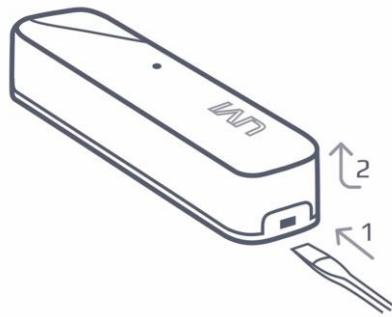

Рисунок 6.2 – Снятие крышки датчика открытия
- Снимите крышку датчика: при помощи плоской отвертки нажмите на одну из защелок и, не отпуская защелку, потяните основную часть корпуса вверх (см. рисунок 6.2).
Для подключения геркона/ШС снимите крышку датчика (см. рисунок 6.2) и подключите провода к клемме, расположенной над батарейным отсеком, как показано на схеме слева.
- Снимите крышку-кронштейн с датчика (см. рисунок 6.2).